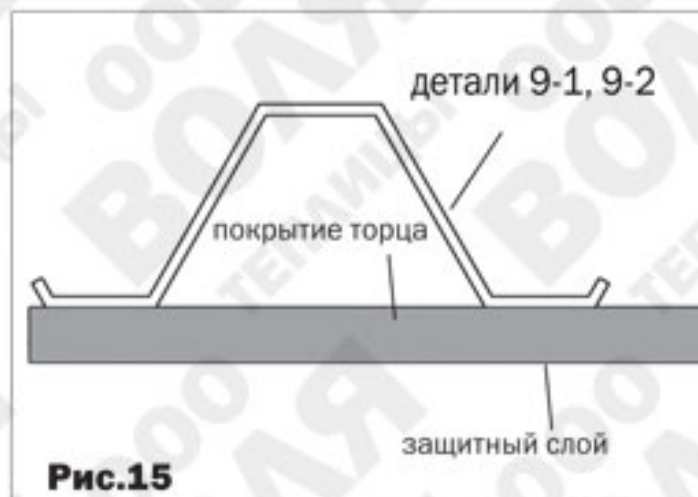

Рис.15
2. Установите боковые куски покрытия торца в соответствии с **рис.15**. Придерживая кусок покрытия, закрепите его винтами с шайбами по деталям **11** и **8** (**рис.21**). Отверстия для винтов выполняются сверлом диаметром 4 мм изнутри теплицы через готовые отверстия в деталях каркаса.